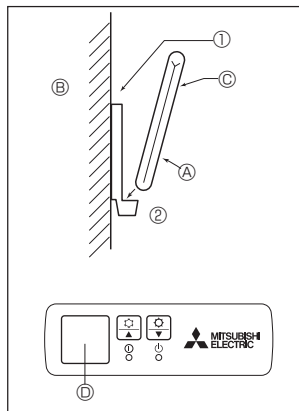

Fig. 6-2
2) Installasjonsmetode (Fig. 6-2)
- ① Fest fjernkontrollholderen til ønsket sted ved hjelp av 2 selvgjengende skruer.
- ② Plasser den nedre ende av kontrolleren inn i holderen.